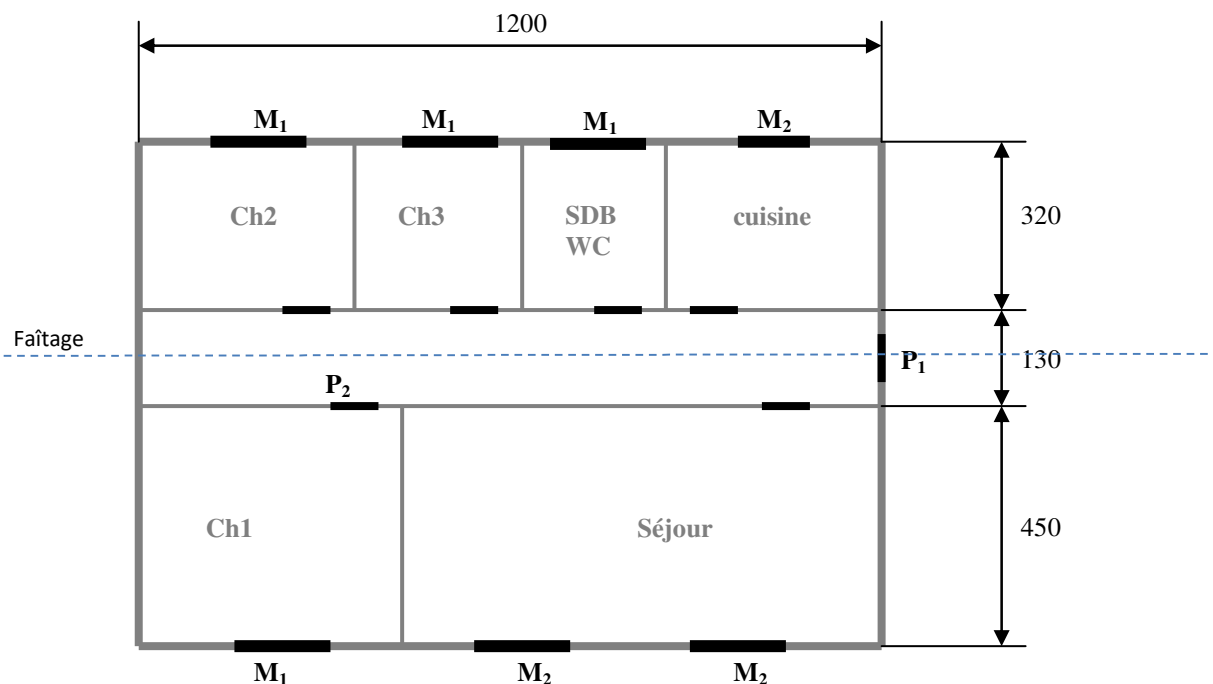

Figure 1 : les dimensions sont données au nu intérieur en centimètres.
On vous demande de calculer des déperditions d'une maison individuelle de type T4 située en centre-ville à Nancy (54), altitude 220m, représentée figure 1. Il s'agit d'une maison de plain-pied avec combles non aménagés, non isolés et fortement ventilés. Elle n'est pas mitoyenne. La hauteur sous plafond est de 2m50.